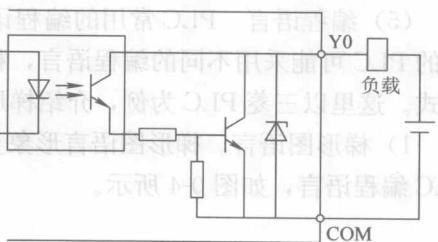

图 0-2 晶体管输出电路
2) 晶体管输出, 如图 0-2 所示。其优点是寿命长, 无噪声, 可靠性高, 响应快。但其缺点是价格较高, 过载能力差。